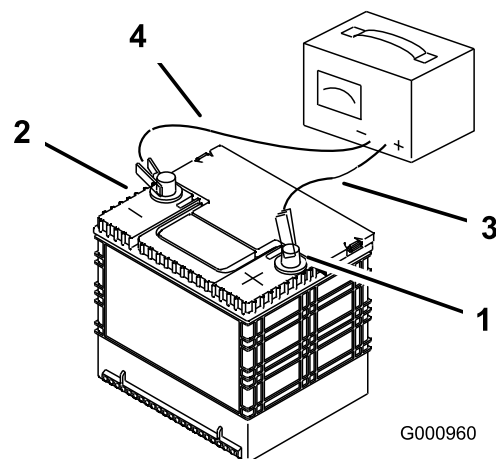

Figura 64
2. Quando la batteria è completamente carica, staccate il caricabatterie dalla presa elettrica e scollegate i cavi di ricarica dai poli della batteria (Figura 64).